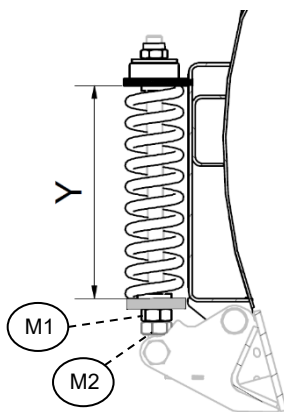

Abb. 20
Die Standardvorspannung, d. h. das Y-Maß der Feder, beträgt 330 mm – siehe Abb. 20.
- 1) Lösen Sie die Muttern M1 und M2 im unteren Teil der Feder – siehe Abb. 20.
- 7) Ziehen Sie die untere Mutter M2 an der Mutter M1 fest, um die Feder zu fixieren – siehe Abb. 20.